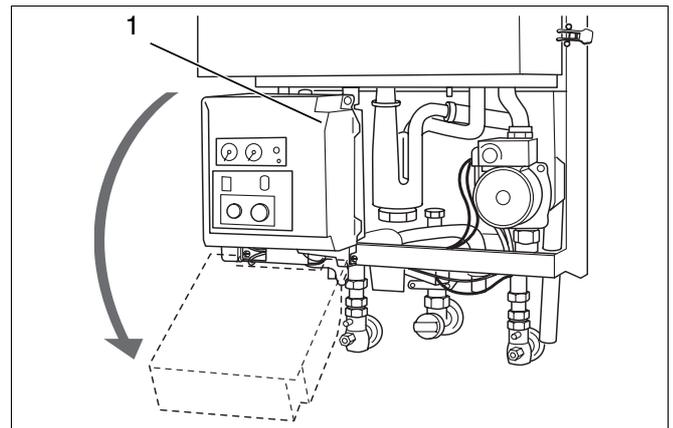

Fig. 7 Replier vers le bas le boîtier UBA
- Dévisser la vis à rainure cruciforme (fig. 7, pos. 1) du boîtier UBA.
- Replier le boîtier UBA vers le haut (fig. 7).